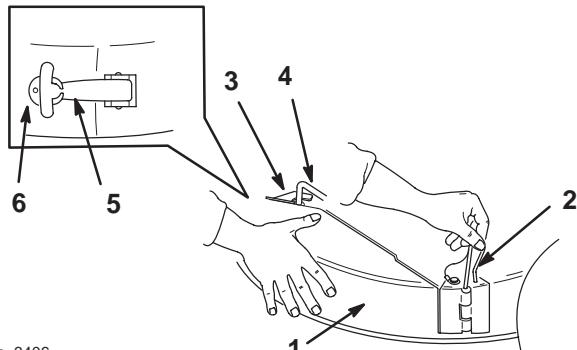

Bild 12
1. Setzen Sie den Auswurfkanal auf. Der hintere Haken sollte um die Ablenkblechstange gehakt sein, und der vordere Verschluss sollte ausgerichtet sein. Setzen Sie den Arretierbolzen ein (Bild 12).
2. Haken Sie den flexiblen Verschluss am Auswurfkanal in die eingekerbte Halterung hinten am Mähwerk ein (Bild 12).
2. Lösen Sie den flexiblen Verschluss und nehmen Sie den Arretierbolzen ab, mit dem der Auswurfkanal am Mähwerk befestigt ist. Nehmen Sie den Auswurfkanal vom Mähwerk ab (Bild 12).